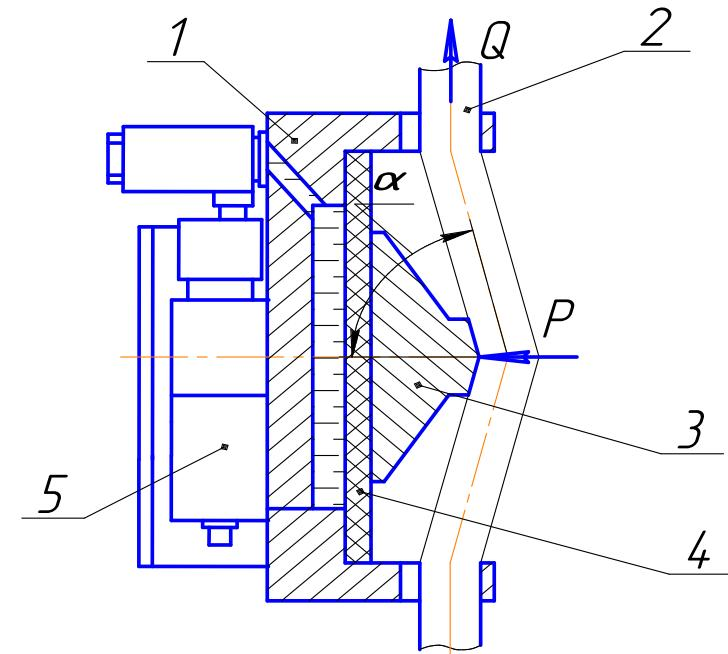

Рис.1
1.4.1 Принцип действия измерителя основан на преобразовании усилия натяжения Q (2) талевого каната, преломленного между крайними опорами на корпусе (1) и средней опорой (3), опирающейся на мембранны (4), в давление в камере трансформатора и последующем непрерывном пропорциональном преобразовании датчиком давления (5) в унифицированный выходной сигнал постоянного тока (4-20) мА (рис.1).